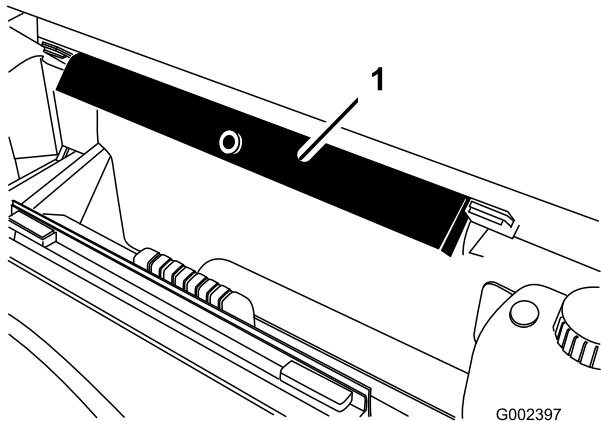

Figura 28
2. Staccate il supporto del pianale dalle staffe su cui è riposto, sulla parte posteriore del pannello del sistema ROPS (Figura 28).